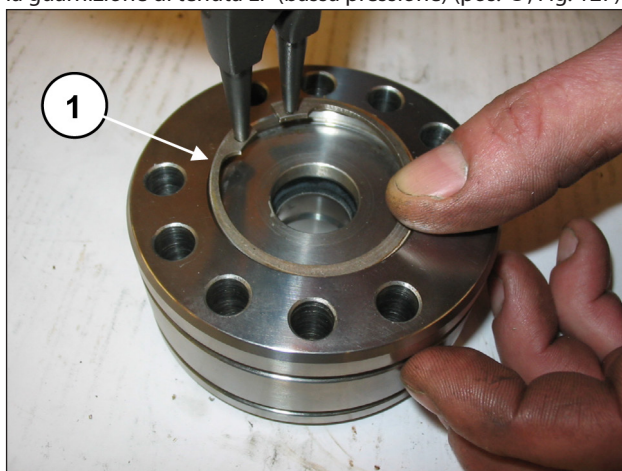
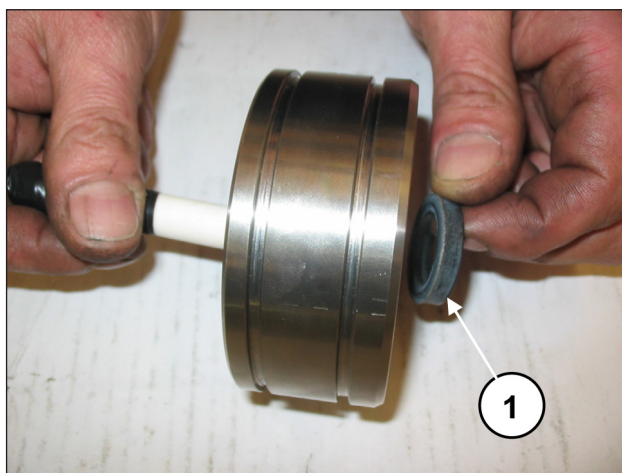

Fig. 126
Fig. 127
Rimuovere l'anello seeger e l'anello di ritegno tenute (pos. ①, Fig. 126) e con una apposita spina in materiale plastico estrarre la guarnizione di tenuta LP (bassa pressione) (pos. ①, Fig. 127).